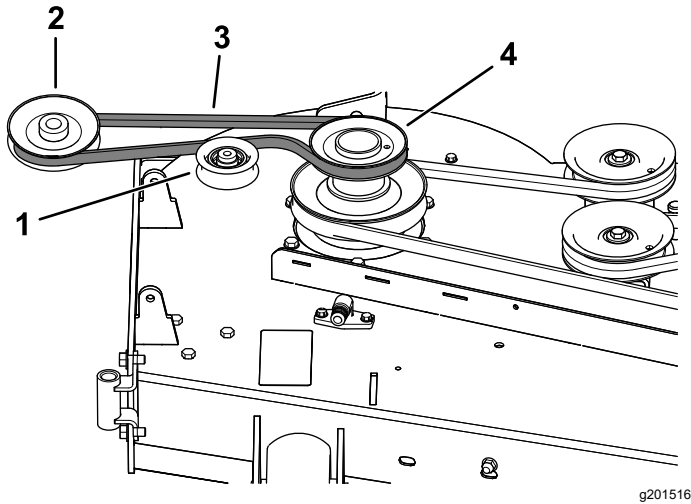
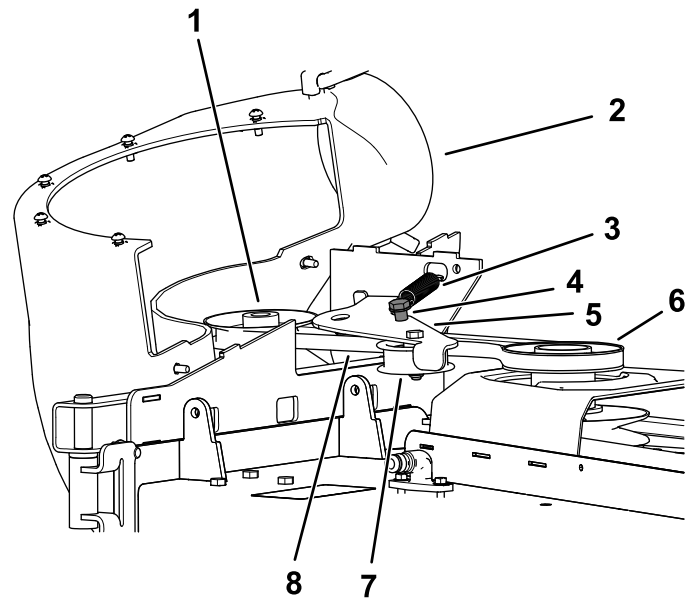

Bild 25
Bild 26
1. Legen Sie den Riemen ggf. um die Riemenscheibe des Gebläses (Bild 25).
1. Verlegen Sie den Riemen um die Gebläseriemenscheibe (Bild 25 und Bild 26), siehe 11 Einbauen des Gebläses \(Seite 17\).
3. Ziehen Sie die gefederte Spannscheibe von der starren Federstrebe weg und verlegen Sie den Riemen um die Riemenscheibe am Mähwerk (Bild 26).
4. Verlegen Sie den Riemen um die Antriebsscheibe, wie in Bild 25 und Bild 26 dargestellt.